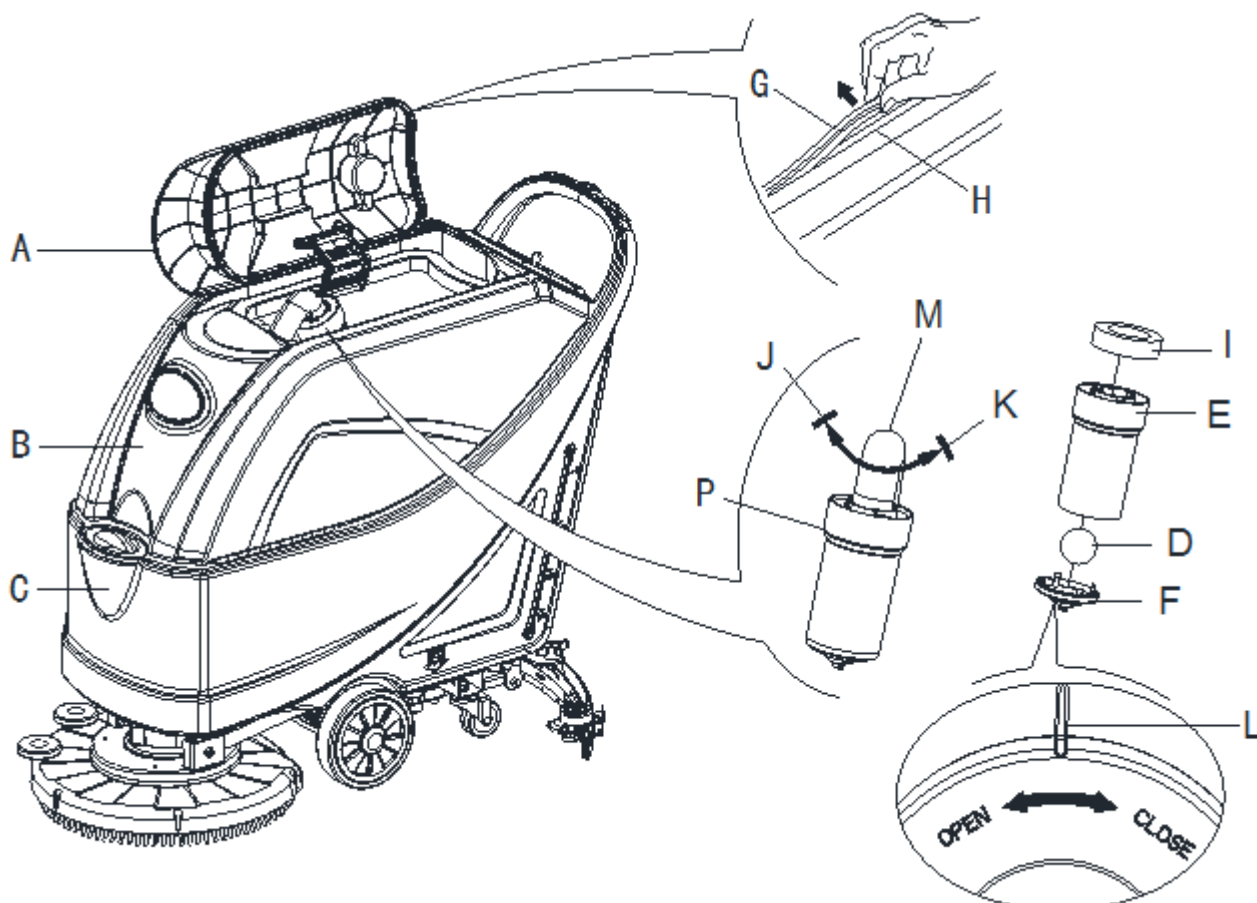

Figure 21
2. Faire en sorte que la machine soit éteinte et que la clé de contact (54) soit retirée.
3. Basculer le couvercle du réservoir de récupération (A, Figure 21) position -90 degrés où il peut être retiré du réservoir, puis enlever le filtre à flotteur (P) du réservoir.
5. Si nécessaire, suivre les symboles "OPEN" et "CLOSE" comme indiqué sur la (Figure 21) pour ouvrir le couvercle bas (F) du filtre à flotteur, puis nettoyer le filtre à flotteur (D), le cadre de support du filtre (E) et l'éponge du filtre (I). Après le nettoyage, fixer le filtre à flotteur (D) sur le cadre de support du filtre (E) puis aligner la rainure de marque (L) du capuchon de fond (F) du filtre à flotteur avec la rainure de marque (L) du cadre de support du filtre à flotteur (E). Visser fermement le capuchon de fond du filtre à flotteur, et fixer l'éponge du filtre (I) sur le cadre de support du filtre à flotteur (E). Enfin, le connecter au tuyau d'aspiration des eaux usées (M).
**La bande d'étanchéité du réservoir (G) permet de produire le vide à l'intérieur du réservoir lorsque le moteur d'aspiration fonctionne. Le réservoir doit être scellé, pour pouvoir effectivement aspirer l'eau du sol vers le réservoir de récupération.**
7. Vérifier si la surface de contact de la bande d'étanchéité (G) a une étanchéité suffisante. Si nécessaire, sortir la bande d'étanchéité du réservoir de la rainure (H) et la remplacer. Assembler la nouvelle bande d'étanchéité comme indiqué sur la (Figure 21), le joint devant être ramené dans la zone médiane.
8. Fermer le couvercle du réservoir de récupération (A).